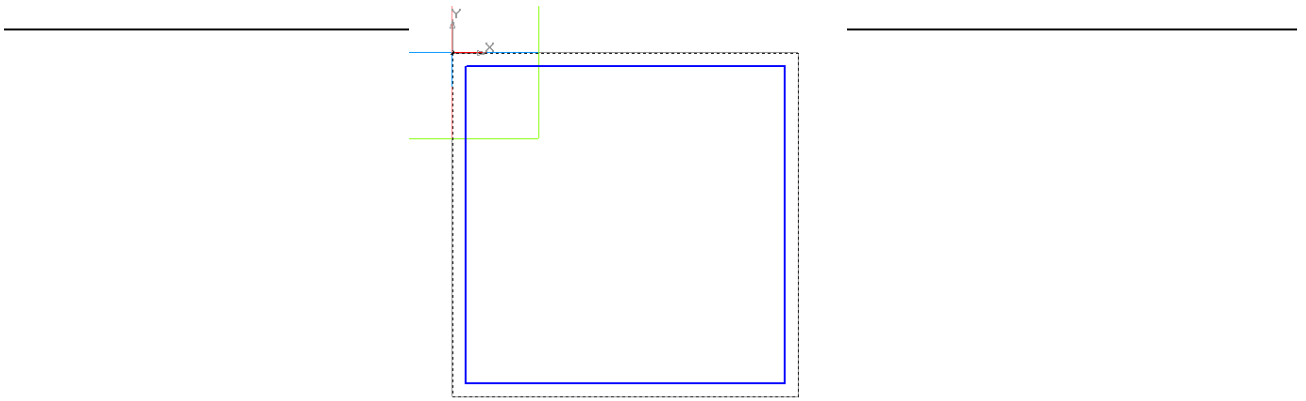

Рис. 12.10.
2.4. Выберите команду **Прямоугольник** и введите координаты диагонали: (4; -4) и (96; -96) (рис. 12.10).